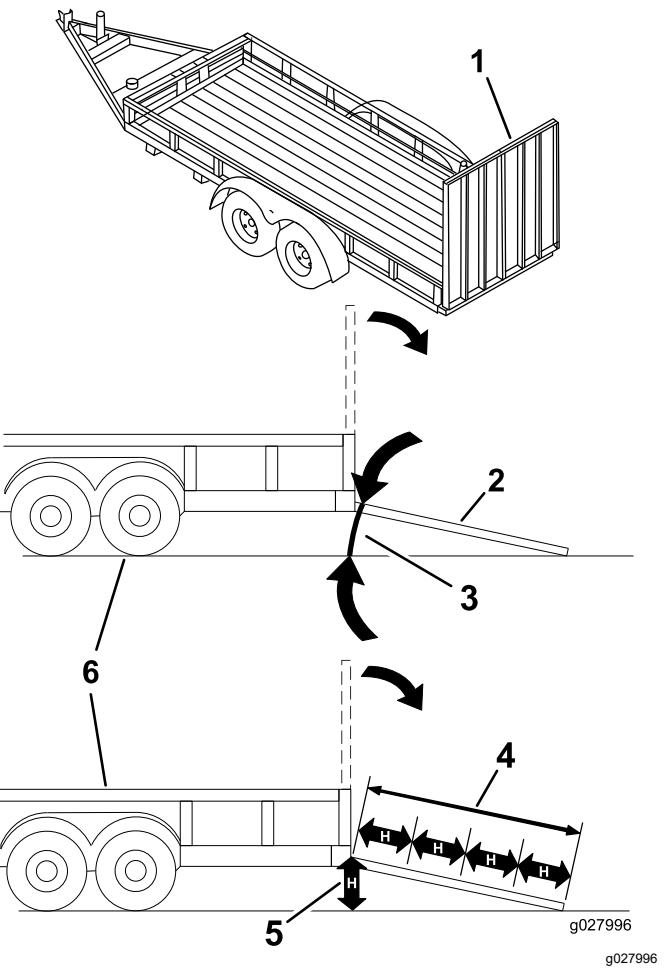

Figure 39
**Le chargement de la machine sur une remorque ou un camion augmente le risque de basculement, et donc de blessures graves ou mortelles (Figure 39).**
3. Abaissez la rampe pour que l'angle avec le sol ne dépasse pas 15 degrés (Figure 39).
1. Abaissez la rampe pour que l'angle avec le sol ne dépasse pas 15 degrés (Figure 39).